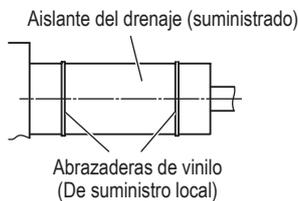

Fig. 7-9
- (2) Comprobado el drenaje, aplicar la empaquetadura y el aislante para el tubo de drenaje suministrados alrededor del tubo y sujetarlo con abrazaderas de vinilo. (Fig. 7-9)